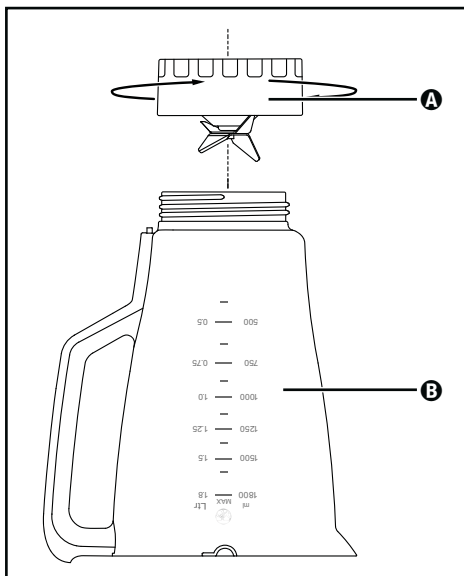

Fig. 3
- 2) Capovolgere l'apparecchio e ruotare l'accessorio **A** in senso antiorario in modo da poterlo staccare dal contenitore **B** (vedere Fig. 3).